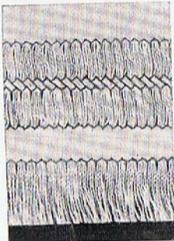

Abb. 42
**Fransen und Hohlsaum** (Abb. 42). Will man an einer Kante Fransenabschluß haben, so zieht man je nach Länge der Fransen mehr oder weniger Fäden aus dem Stoff und versieht den oberen Rand, um weiteres selbsttätiges Fadenziehen zu vermeiden, nach Art des Bekettels mit einer Zickzacknaht. In ähnlicher Weise kann man einen in der Mitte des Stoffes durch Ziehen von Fäden erzeugten breiten Hohlsaum durch Zickzacknähte befestigen.